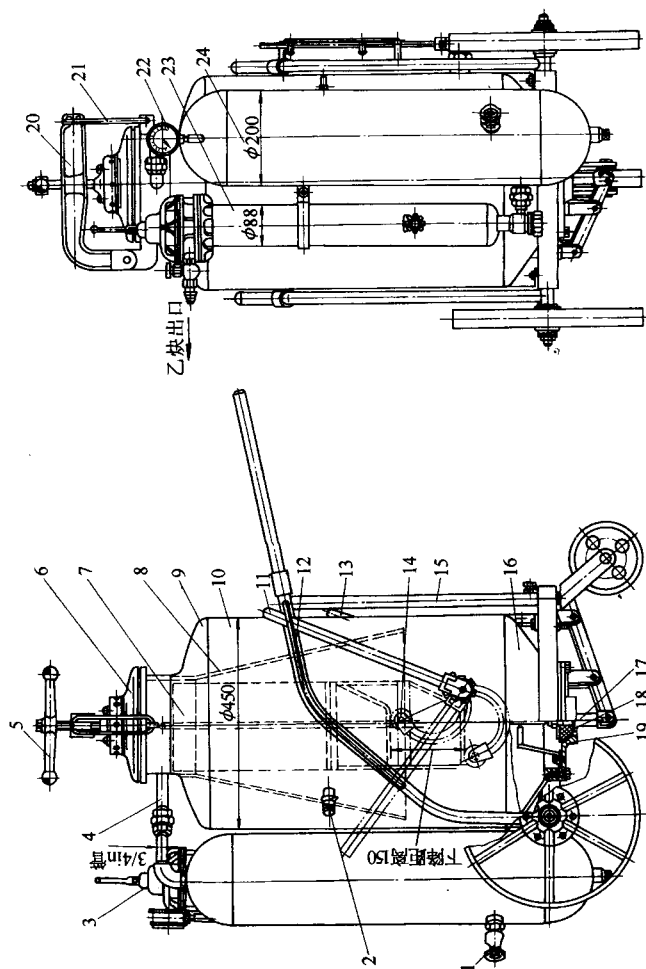
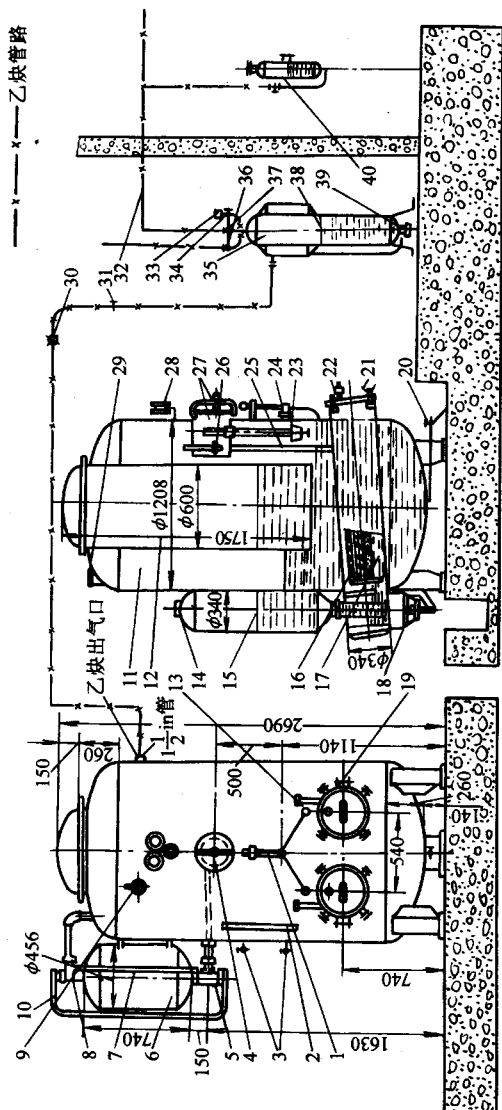
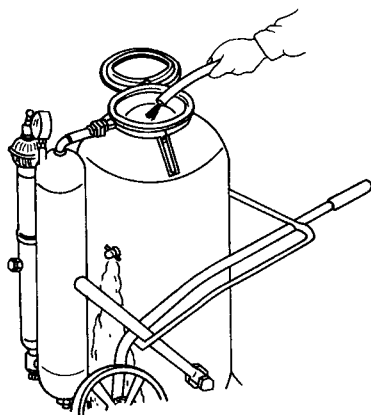

图 1-1
图 1-2
图 1-3
随着瓶装乙炔气使用的普及,乙炔发生器的使用日趋减少,目前仍在使用的乙炔发生器主要有排水式 YJP-1.0-1.0 型(见图 1-1)和联合式 Y_{JP}^D -1.0-0.6 型(见图 1-2)等中压乙炔发生器。
1) 首先打开图 1-1 中的溢水阀 2 和盖 6,然后将清水灌入乙炔发生器(见图 1-3)、贮气筒 24 和回火保险器内,待水从各自的溢水阀流出后,停止灌水,并关闭各溢水阀。
1) 乙炔发生器使用前, 应先从图 1-2 中的加水斗 33 灌注清